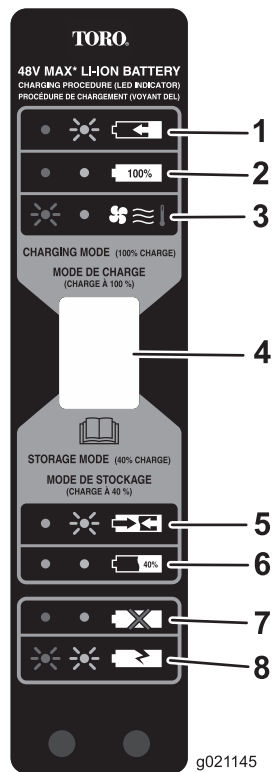

Figure 14
- Reportez-vous à la Figure 14 pour interpréter les indications des diodes sur le chargeur de batterie.
Utilisez le mode de stockage (Figure 14) quand la batterie ne doit pas être utilisée pendant 1 mois ou plus.
- Lorsque la batterie est prête au stockage (Figure 14, repère 6.), retirez-la du chargeur.